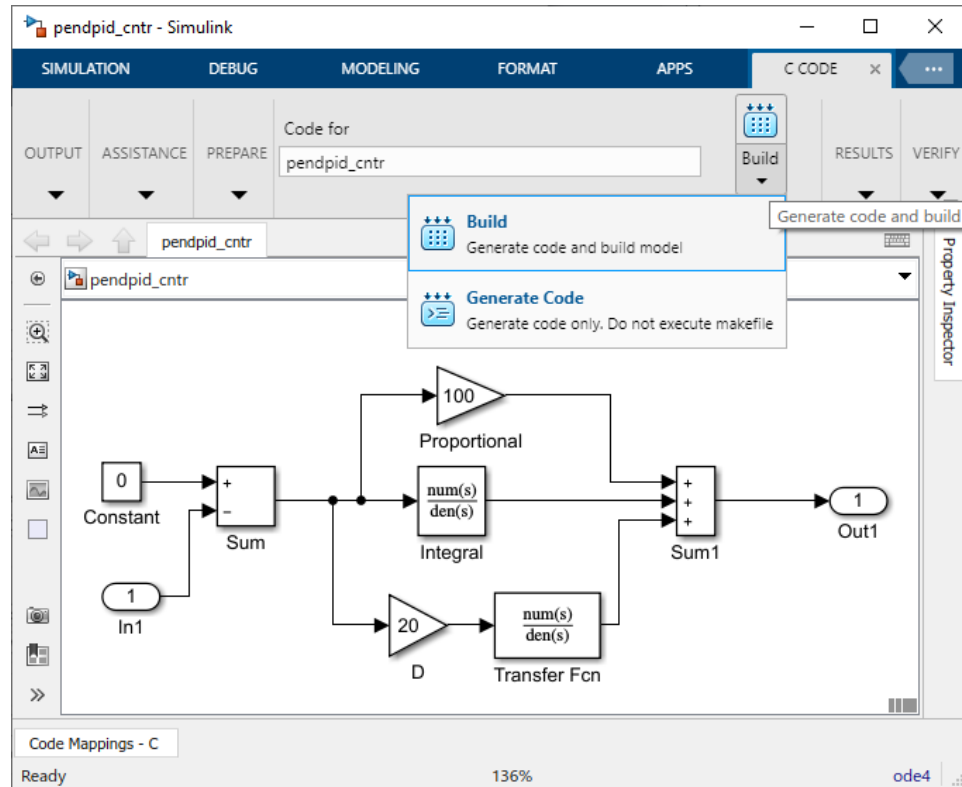

Рис. 3.6. Кнопка генерации кода и сборки DLL в Matlab 9.X (R2016-R2020)
13. Для запуска процесса компиляции и сборки dll-библиотеки в окне модели в галерее **APPS** выберите **Simulink Coder** затем нажмите кнопку **Generate code and build model**, см. рис. 3.6.